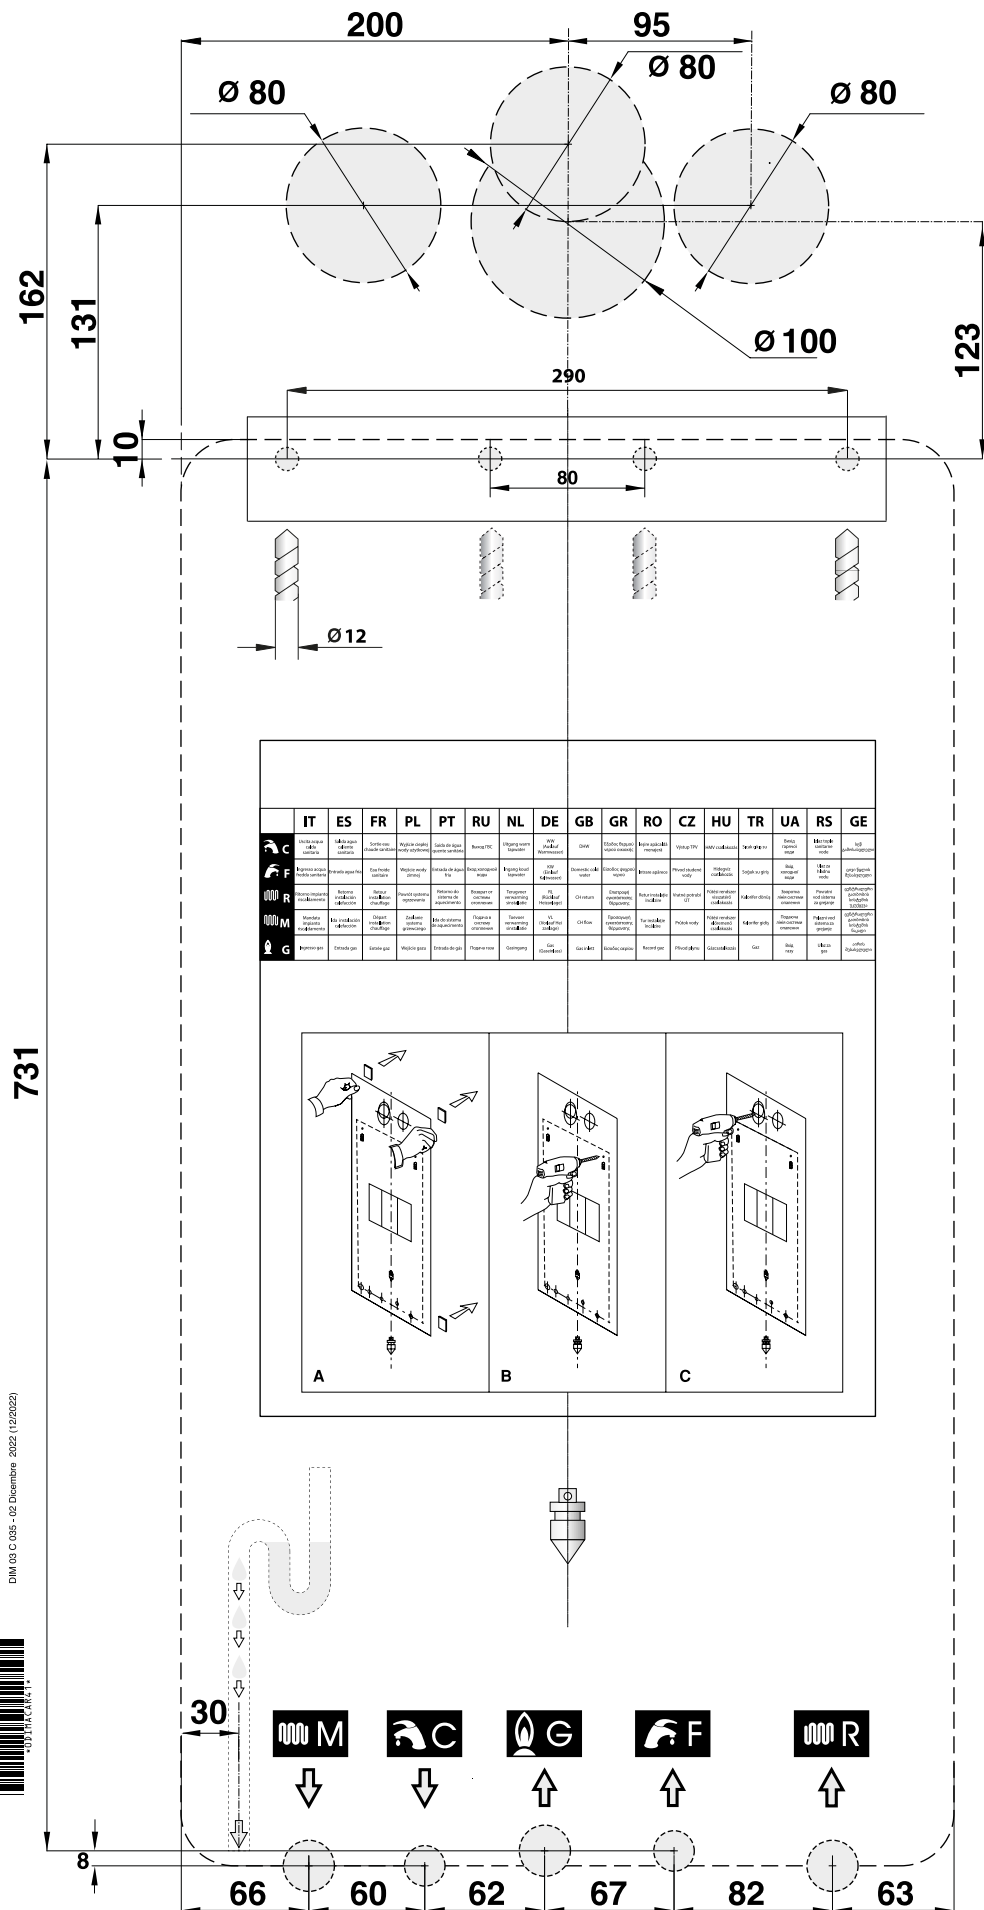

Fig. 7 Plantilla de instalación
- » la plantilla de fijación de la caldera a la pared (ver Fig. 7 Plantilla de instalación).
Cada aparato está provisto de una plantilla de papel correspondiente (ver Fig. 7 Plantilla de instalación).